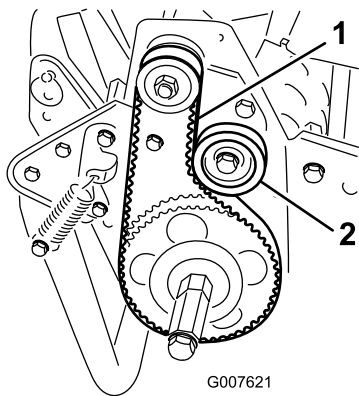

Bild 37
2. Prüfen Sie die Spannung. Bringen Sie hierfür eine Kraft von 18-22 N in der Mitte des Riemen zwischen den Riemenscheiben (Bild 37) an.
- A. Losen Sie die Befestigungsmutter der Spannscheibe und drehen Sie die Spannscheibe nach rechts gegen die R­uckseite des Riemen, bis Sie die gew­unschte Riemen­spannung erzielt haben (Bild 37).